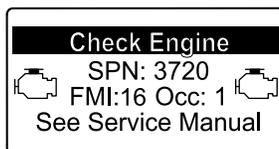

Figura 75
- Avvertenza motore SPN 3720, FMI 16 (Figura 75)